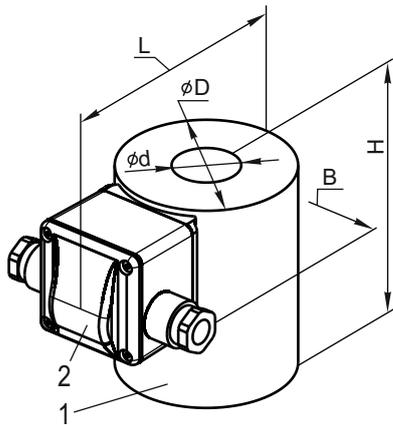

Рис. 1
2.1 Катушка 1 (см. Рис. 1) поставляется в комплекте с клеммной коробкой 2 (катушка и клеммная коробка являются неразборным узлом и залиты компаундом).
4.3.2 Подвод электропитания к катушке осуществляется с помощью клеммной коробки 2, закреплённой на корпусе электромагнитной катушки 1 (рис.1).